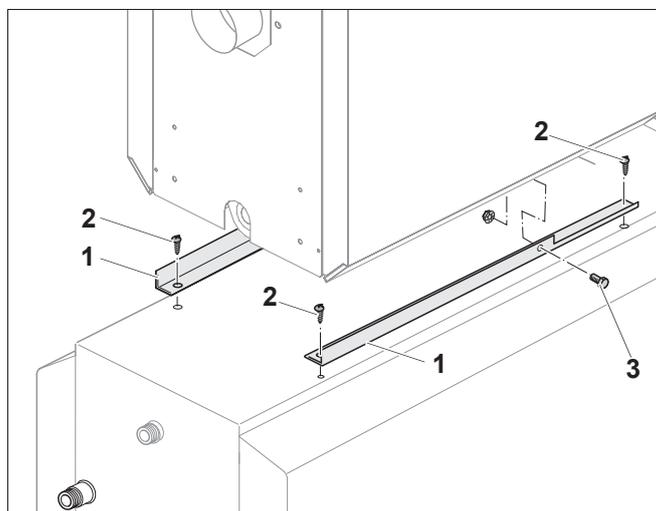

Рис. 3 Монтаж на крепежных уголках
* изображено на рис. 3, стр. 5
- Прикрепить уголки (рис. 3, **поз. 1**) справа и слева винтами (рис. 3, **поз. 2**) к баку-водонагревателю так, чтобы вырез на уголке располагался спереди (рис. 3).
- Вставить болт M8 x 25 (рис. 3, **поз. 3**) через боковое отверстие в уголке и продольное отверстие в опоре котла. На внутренней стороне накрутить по одной зубчатой гайке.